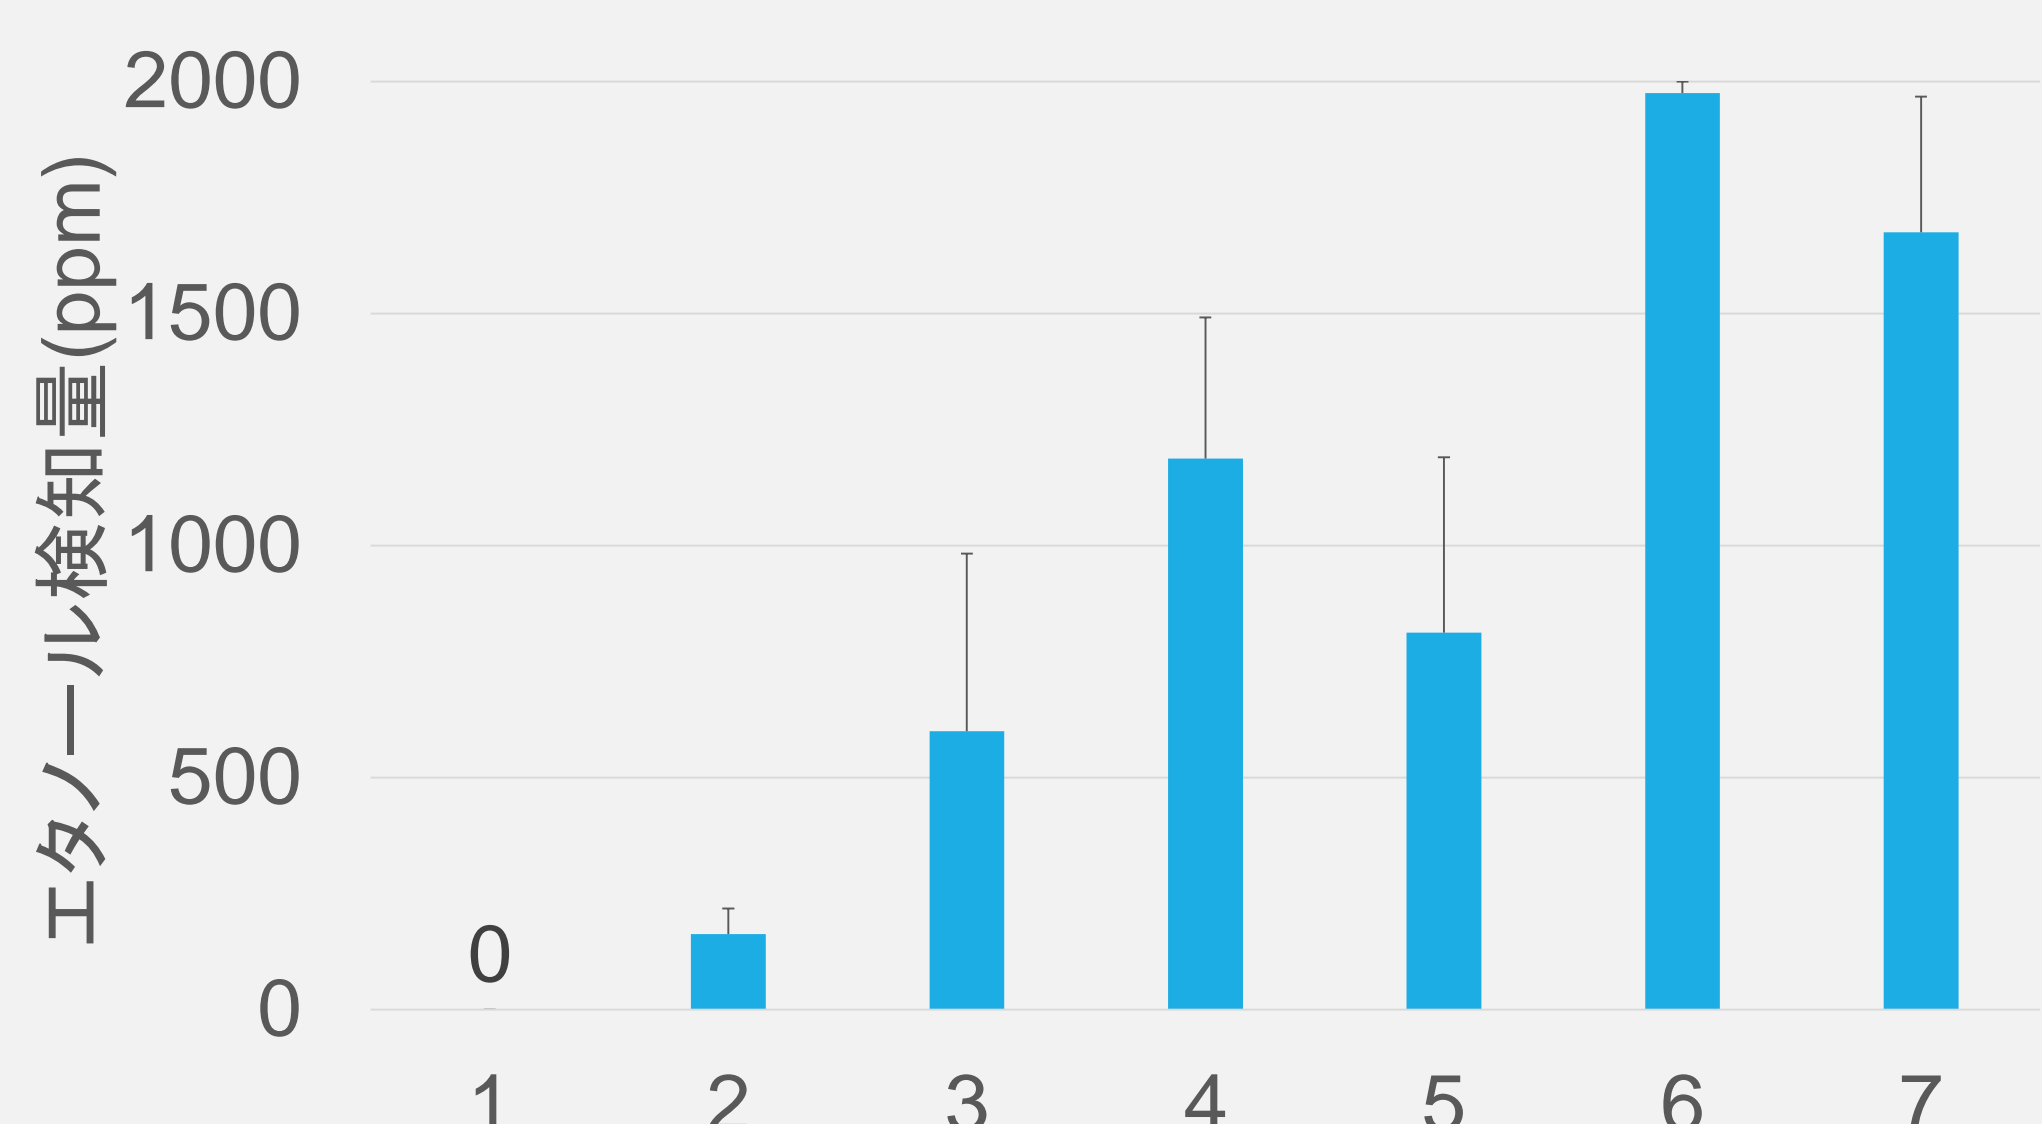

図6 各実験の結果(各培地に加えたのは、1:バナナ、2:ナシ、3:ブドウ、4:バナナ+米ぬか、5:ナシ+米ぬか、6:ブドウ+米ぬか、7:米ぬか)
**結果** 図6のように、バナナのための培地ではアルコール発酵は全く行われなかったが、それ以外の培地では行われた。中でもブドウの皮と米ぬかを加えた培地での生成量が多かった。